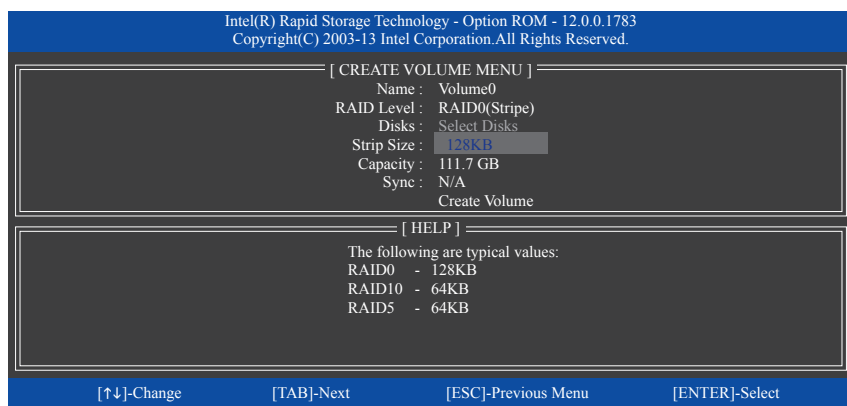

図 12
**Disks** アイテムの下で、RAID アレイに含めるハードドライブを選択します。取り付けたドライブが 2台のみの場合、ドライブはアレイに自動的に割り当てられます。必要に応じて、ストライプブロックサイズ (図 12) を設定します。ストライプブロックサイズは 4 KB~128 KB まで設定できます。ストライプブロックサイズを選択してから、<Enter> を押します。